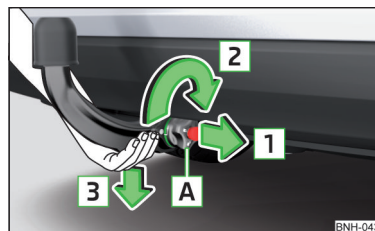

Fig. 144
- Prindeți tija cuplei din partea de jos » fig. 144.